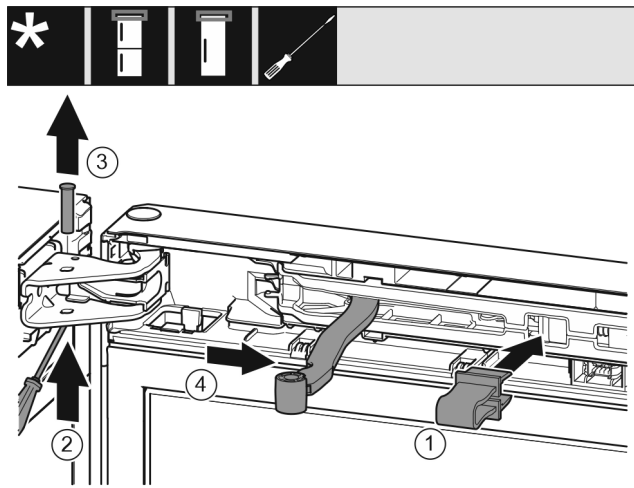

Fig. 8
- ▶ Encajar un seguro en la apertura. Fig. 8 (1)
- ▶ Desenroscar el perno con el destornillador. Fig. 8 (2)
- ▶ Extraer el perno hacia arriba. Fig. 8 (3)
- ▶ Girar la articulación en dirección a la puerta. Fig. 8 (4)